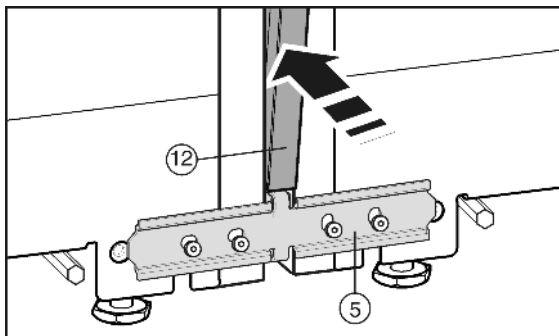

Fig. 9
Před nasazením krycí lišty Fig. 9 (12) oba můstky stlačte po celé délce. Lištu tak lze do spáry vložít snadněji. Při zatlačování lišty použijte měkkou utěrku, aby se nevytvořily proláčky v povrchu krycí lišty. Lištu zatlačte do spáry pečlivě a rovně, aby se dosáhlo optimálního spojení.
- ▶ Na přední straně zatlačte dlouhou krycí lištu Fig. 9 (12) do svislé spáry. Dbejte na to, aby lišta stála na spojovacím plechu Fig. 9 (5).